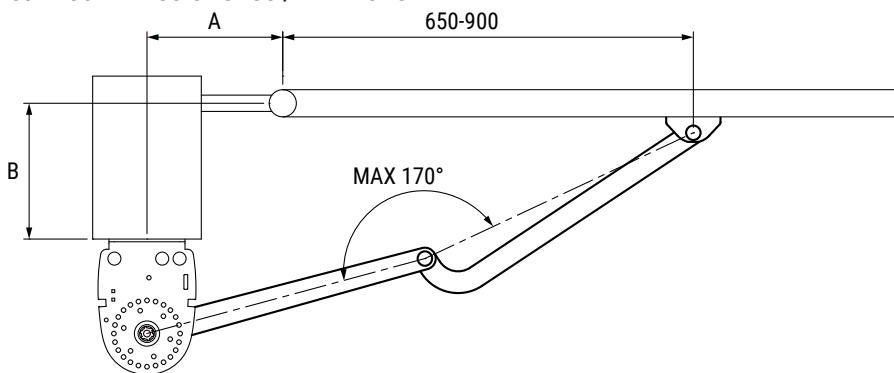

Fig. 1
1. Fissare la staffa posteriore (KT249) in bolla come da misure di installazione indicato nelle tabelle (Fig. 1).
1. Fix the rear bracket (KT249) in level as per the installation measurements indicated in the tables (Fig. 1).
1. Die hinteren Langlöcher KT249 waagerecht ausrichten und befestigen, nach den in Tabelle 1 angegebenen Installationsmaßen (Abb. 1).
1. Fixez le support arrière (KT249) au niveau selon les mesures d'installation indiquées dans les tableaux (Fig. 1).
1. Fije el soporte trasero (KT249) a nivel según las medidas de instalación indicadas en las tablas (Fig. 1).
1. Fixar o suporte traseiro (KT249) em nível conforme as medidas de instalação indicadas nas tabelas (Fig. 1).